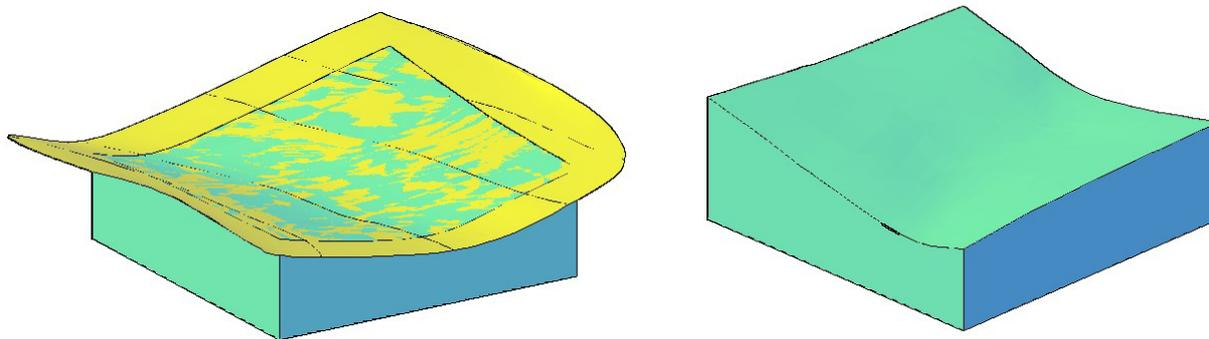

Рис. 9.9. Топографическая поверхность с массивом земли
8. Пользуясь командой SLICE (Разрез), выполнить разрез ящика топографической поверхностью. Верхнюю часть ящика и топографическую поверхность удалить (рис. 9.9).